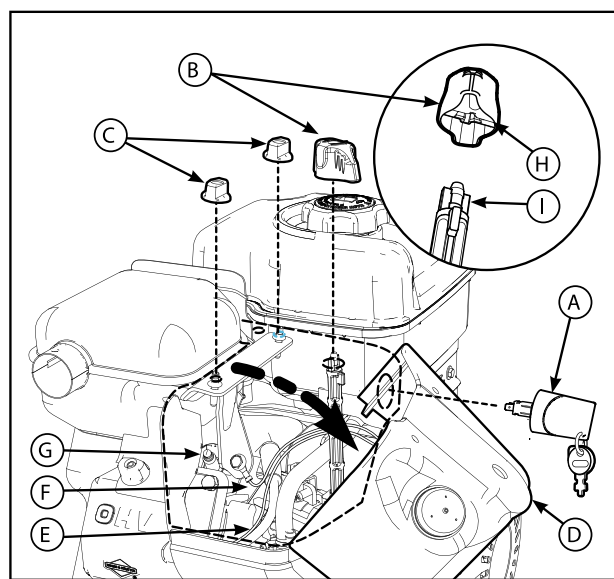

Рис. 15
1. Выньте ключ ВКЛ/ВЫКЛ (А, рис. 15) или ключ зажигания. Храните в недоступном для детей месте.
4. Осторожно снимите верхнюю часть насадки для снега (D). НЕ отсоединяйте шланг прокачки (Е) или провод ключа (F).
5. Снимите свечу зажигания (G) и замените ее. (См. Технические характеристики)
8. Выровняйте выемки (H, рис. 15, врезка) на ручке управления заслонкой с выступами на рычаге управления заслонкой (I) и нажмите на ручку, чтобы установить ее. Если ручка управления заслонкой установлена неправильно, заслонка не будет работать.